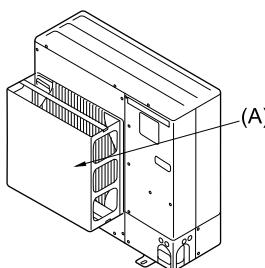
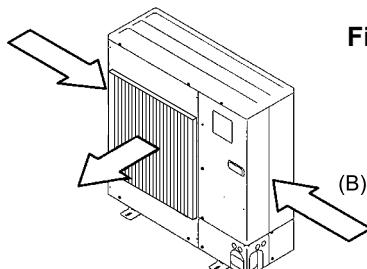

Fig. 2-4
Fig. 2-5
- (2) Montera en extra luftledare om enheten installeras på en plats där kraftig vind från tyfoner osv kan komma direkt in i luftutbläset. (Fig. 2-4)
- (A) Luftledare
- (3) Placera om det går enheten så att luftutbläset blåser vinkelrätt mot den säsongsbetingade vindriktningen. (Fig. 2-5)
- (B) Vindriktning